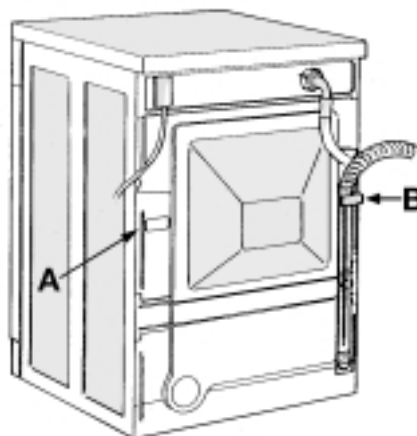

Fig. 1
1. Solte a mangueira de escoamento da braçadeira esquerda, veja a seta A na Fig. 1.
NÃO solte a junta da mangueira de escoamento direita, veja a seta B na Fig. 1, caso contrário existe o risco de fuga (perigo de queimadura com água quente).